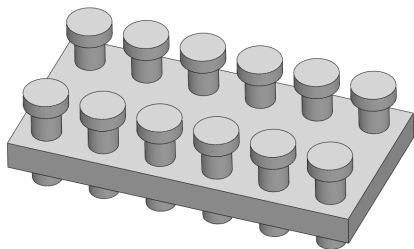

图 10-40 阵列零部件效果
(6) 单击【确定】按钮，即可对零部件进行阵列，效果如图 10-40 所示。